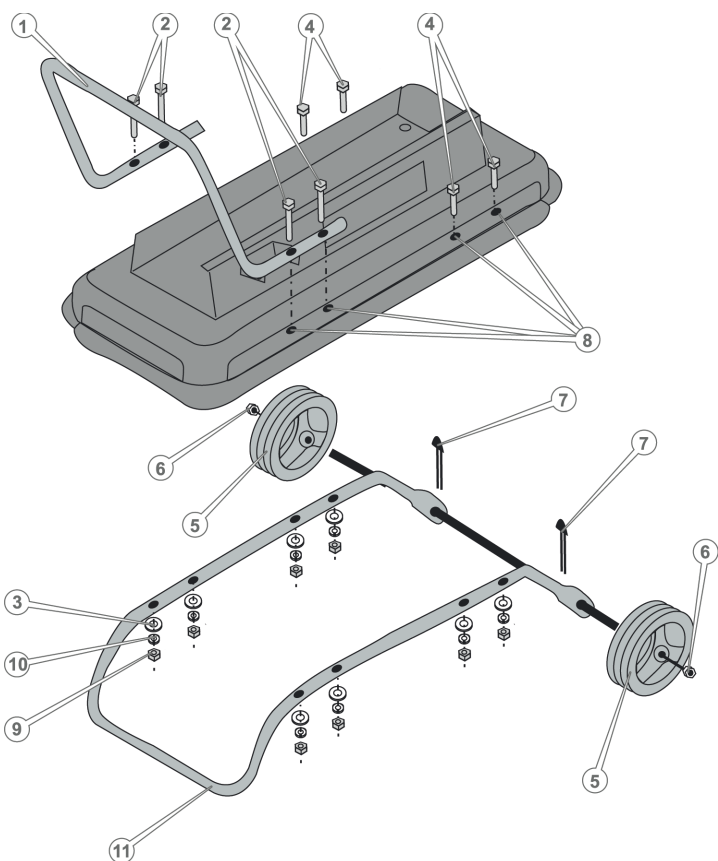

Рисунок 2. Схема складання виробу.
5.1.2 Складання виробу за необхідності (рис. 2).
4. Змонтувати та закріпити на рамі корпус (7, рис. 2) виробу.